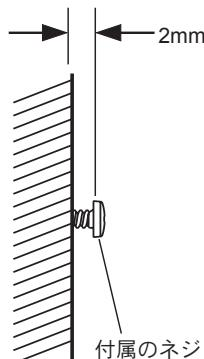

図2
- ② ネジの頭を壁から 2mm 出した状態にします（図2参照）。